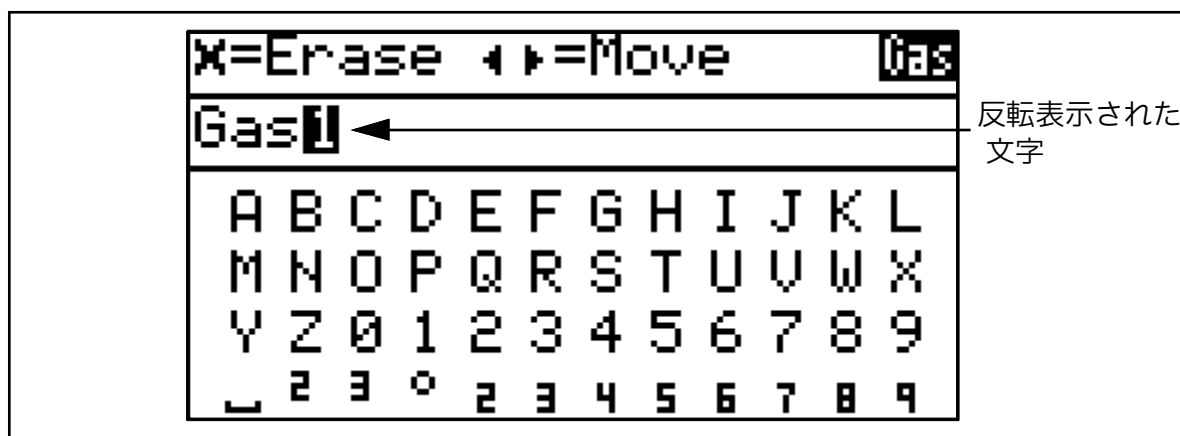

図 47: Text Edit（テキスト編集）
- 下矢印を押すと、反転表示が **Text Edit**（下の図 47 を参照）セクションに移動します。